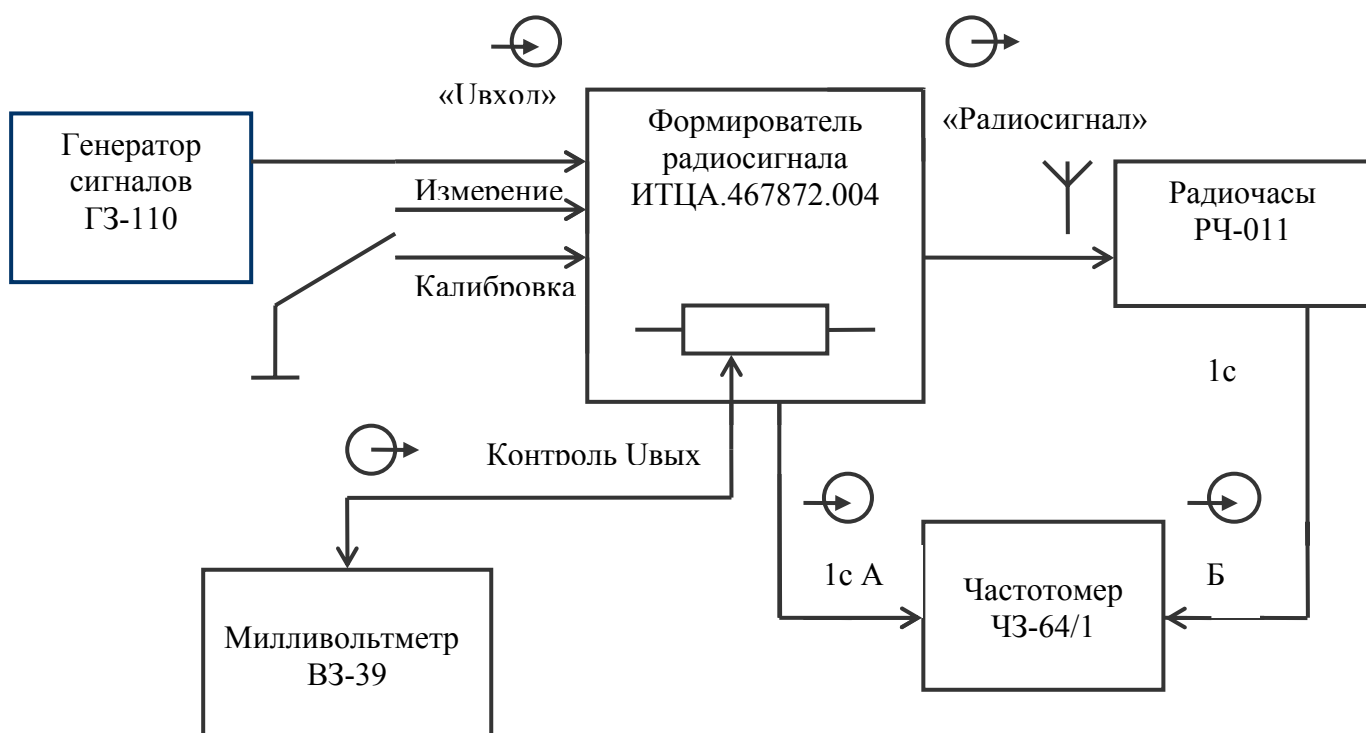

Рис.8.2
8.5.4.1 Собрать измерительную установку согласно рис.8.2. Соединить выход генератора сигналов ГЗ-110 с входом « \rightarrow U_{вх.}» формирователя радиосигнала. Выход формирователя радиосигнала « \rightarrow радиосигнал» подключить к антенному входу « Υ » радиочасов. Для контроля выходного сигнала с формирователя подключить милливольтметр ВЗ-39 к выходу « \rightarrow контроль U_{вых.}». Сигнал „1сек” выхода формирователя радиосигнала подключить к входу „А” частотомера ЧЗ-64/1. Сигнал „1сек” с выхода радиочасов подать с помощью кабеля ИТЦА.685671.005 на вход Б частотомера ЧЗ-64/1. Подключить напряжение питания к радиочасам через адаптер 220/9В или от источника постоянного тока +9В.